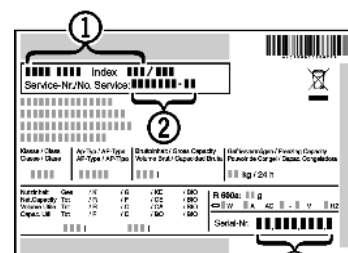

Fig. 9
- ▶ Наименование устройства Fig. 9 (1), сервисный № Fig. 9 (2) и серийный № Fig. 9 (3) считайте с заводской таблички. Заводская табличка находится внутри устройства слева.
- ▶ Обратитесь в сервисную службу и сообщите вид неисправности, наименование устройства *Fig. 9 (1)*, сервисный № *Fig. 9 (2)* и серийный № *Fig. 9 (3)*.